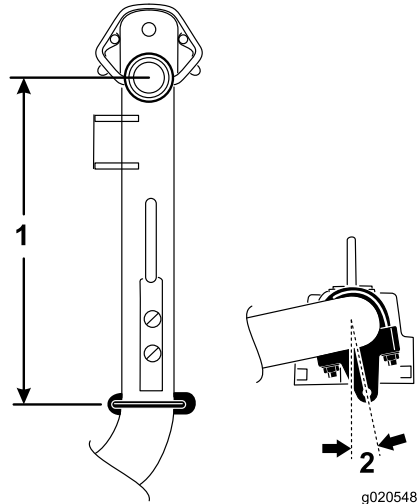

Figure 6
5. Sur les bras de relevage n° 6 et 7, positionnez les supports et les étriers filetés à 36,8 cm derrière l'axe du pivot (Figure 6).